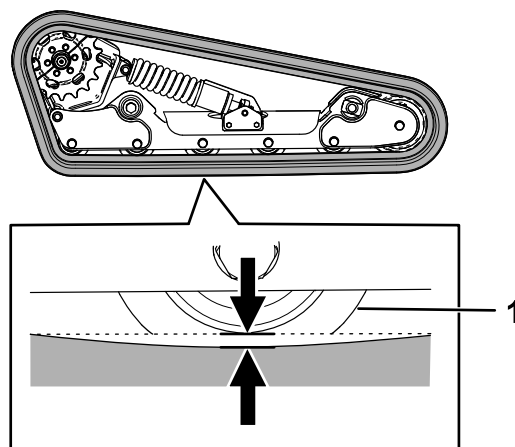

Figura 56
Sollevate/supportate 1 lato della macchina e, utilizzando il peso del cingolo, verificate che la distanza tra la parte inferiore del bordo della ruota non motrice e il cingolo sia pari a 13 mm, come illustrato nella Figura 56. In caso contrario, regolate la tensione dei cingoli eseguendo la procedura di seguito riportata.
5. Utilizzando un cricchetto di trasmissione da 1/2", ruotate la vite di tensione fino a quando la flessione del cingolo non è pari a 1,3 cm, come illustrato nella Figura 56.
9. Verificate che la flessione del cingolo sia pari a 1,3 cm, come illustrato nella Figura 56. All'occorrenza regolate.
20. Utilizzando un cricchetto di trasmissione da 1/2", ruotate la vite di tensione in senso antiorario fino a quando la flessione del cingolo non è pari a 1,3 cm, come illustrato nella Figura 56.
25. Verificate che la flessione del cingolo sia pari a 1,3 cm, come illustrato nella Figura 56.